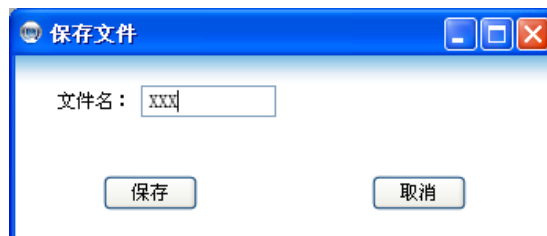

图 4.21 保存文件
1) 点击“文件库”中的“保存”按钮，弹出文件保存对话框，如下图 4.21 所示：